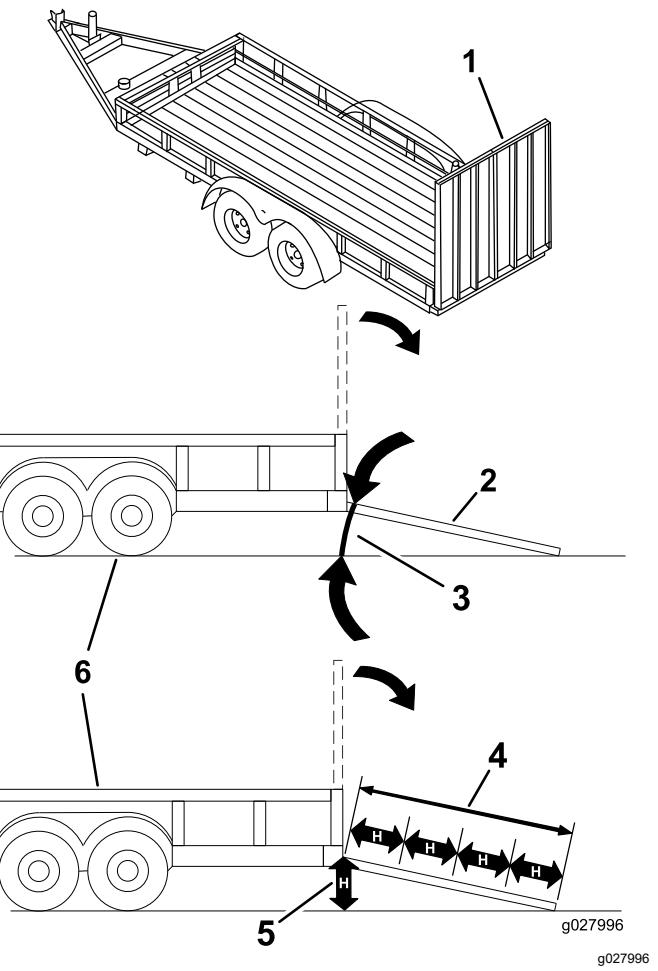

Figura 39
Le chargement de la machine sur une remorque ou un camion augmente le risque de basculement, et donc de blessures graves ou mortelles (Figura 39).
3. Abaissez la rampe pour que l'angle avec le sol ne dépasse pas 15 degrés (Figura 39).
1. Abaissez la rampe pour que l'angle avec le sol ne dépasse pas 15 degrés (Figura 39).